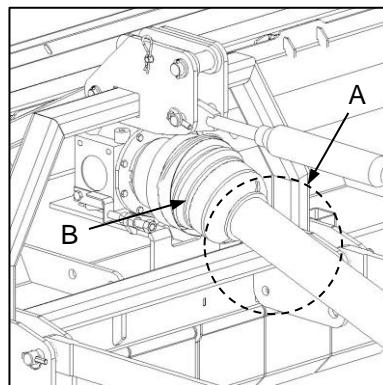

Fig. 5
- ✓ Following installation of the PTO shaft, lift the implement to an acceptable transport height and ensure that there is no contact between the PTO shaft and any part of the implement (Fig. 5-A).
- ✓ Ensure that universal joint operating angles (Fig. 5-B) are not exceeded, and that over-compression or over-extension of the PTO shaft is avoided.
- ✓ Na installering van die kragaftakkeras moet die implement tot 'n aanvaarbare vervoerhoogte gelig word en verseker word dat daar geen kontak tussen die kragaftakkeras en enige deel van die implement is nie (Fig. 5-A).
- ✓ Verseker dat kruiskoppelingwerkshoeke (Fig. 5-B) nie oorskry word nie en dat oorkompressie of oor-verlenging van die kragaftakkeras vermy word.